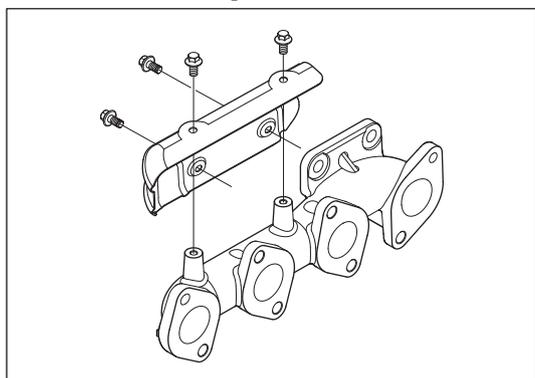

Рис. 8-3-5. Установка термозащитного экрана выпускного коллектора
- (2) На выпускном коллекторе с помощью четырех фланцевых болтов M6×12 закрепить термозащитный экран, как показано на рис. 8-3-5.